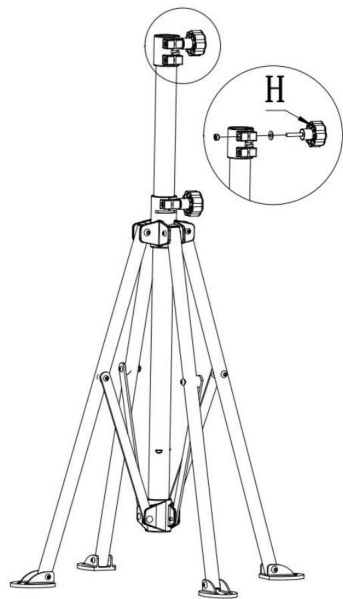

Fig. 2
1. Installez le support principal du support de montage du vélo en faisant glisser le accouplement (1) sur le support principal (A) jusqu'en bas.
2. Déployez les pieds (2) sur les pieds du trépied et assurez-vous que le produit est placé sur une surface solide et uniforme.
3. Installez le bouton (H) dans la position indiquée sur la Fig. 2, 4. Insérez